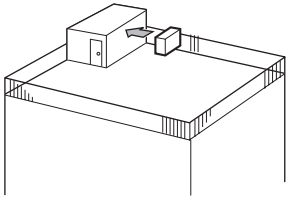

Fig. 2-2
- ① Hava çıkışını, en yakındaki duvara doğru, duvardan yaklaşık 50 cm uzaklıkta olacak şekilde yerleştirin. (Fig. 2-2)